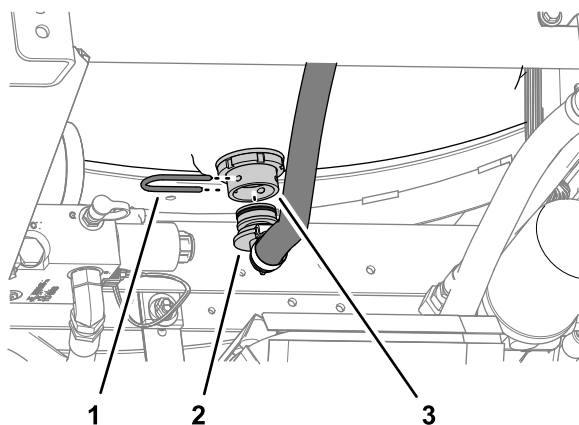

**Рисунок 2**
1. В верхней части бака опрыскивателя снимите крепежную вилку, с помощью которой прямоугольный штуцер типа «елочка» шланга всасывания подсоединяется к корпусу сетчатого фильтра линии всасывания, и отделите штуцер типа «елочка» от корпуса (Рисунок 2).
2. Снимите прямоугольный штуцер с корпуса сетчатого фильтра линии всасывания (Рисунок 2).